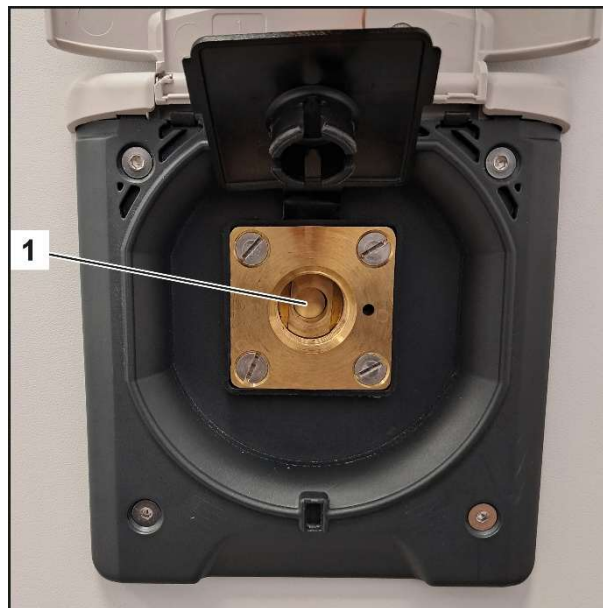

Fig. 12
3. Tilslut en passende tankadapter (Fig. 13/1) på påfyldningstilslutningen (Fig. 12/1). For at forhindre at der indføres urenheder i anlægget, anbefaler ALUGAS at anvende adaptere med sintret filter.